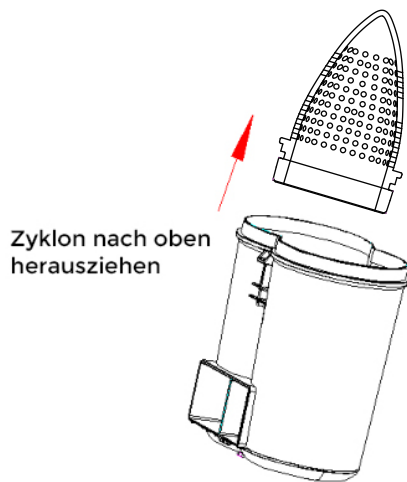

Abb.3
1. Zyklon nach oben herausziehen (siehe Abb. 3).